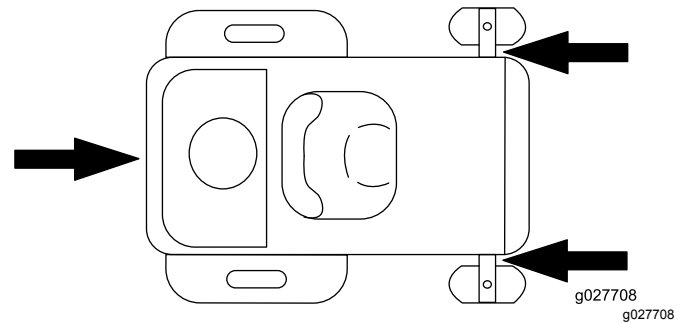

Bild 34
6. Vergurten Sie die Maschine in der Nähe der vorderen Laufräder und der hinteren Stoßstange mit Riemen, Ketten, Kabeln oder Seilen (Bild 34). Halten Sie die örtlichen Vorschriften für die Vergurtung ein.